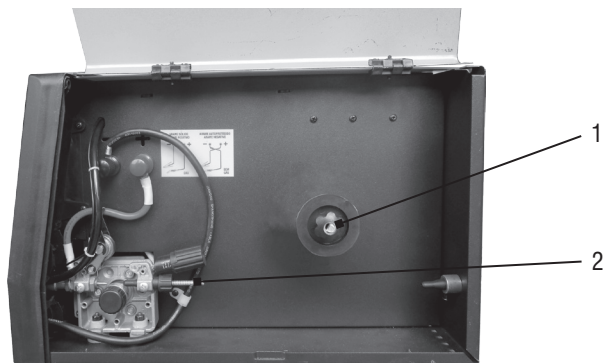

Fig. 3 – Montagem do rolo de arame
- Retire a porca do eixo do alimentador, peça 1 Fig. 3, girando no sentido anti-horário.
- Coloque a ponta do arame no tubo do alimentador de arame, peça 2 Fig.3;